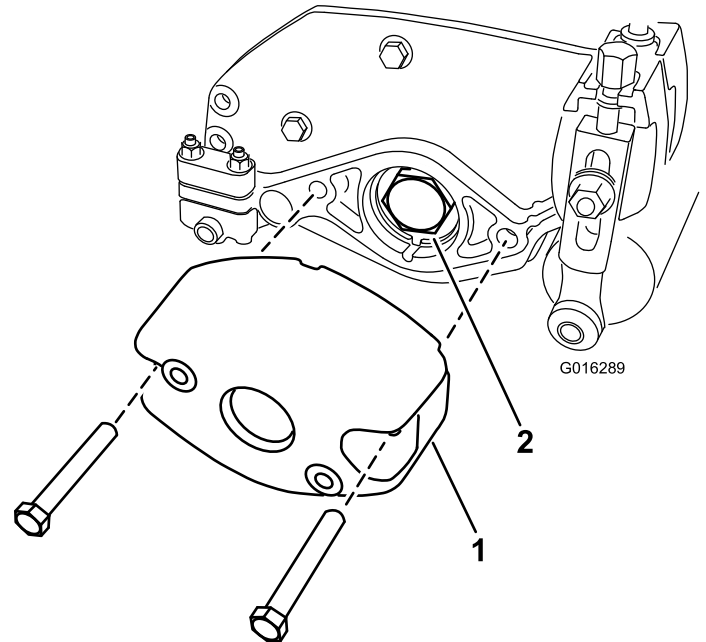

Bild 2
5. Nehmen Sie die zwei Schrauben und Muttern ab, mit denen das Gegengewicht rechts hinten am Mähwerk befestigt ist. Entfernen Sie das Gegengewicht (Bild 2).
6. Nehmen Sie Lagermutter von der Spindelwelle ab (Bild 2).